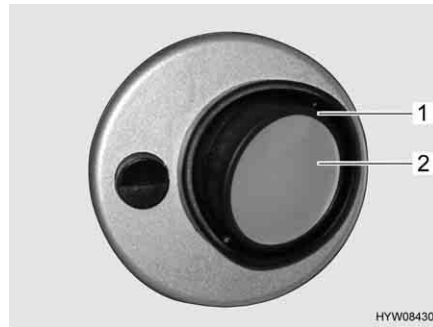

Fig. 112 Luce di lettura in basso
- Servendosi di un attrezzo idoneo, sfilare la ghiera (Fig. 112,1) dall'involucro.
- Rimuovere la lampada alogena ad incandescenza (Fig. 112,2).